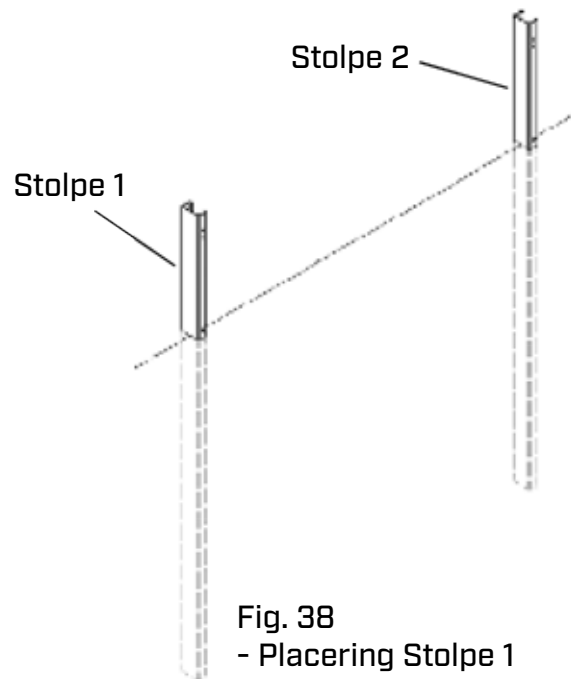

Fig. 38
2.3 Nästa stolpe, Stolpe 1, orienteras enligt Fig. 38. Toppen av stolpen skall ligga på ca 655 mm ovan mark.